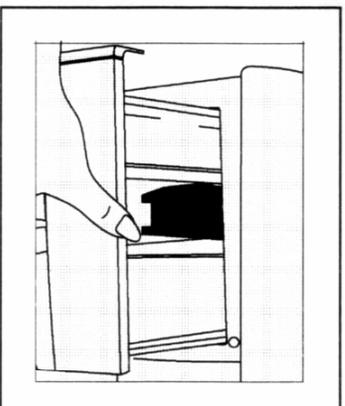

Fig. 14
- Tirez le tiroir jusqu'au bout (fig. 14)